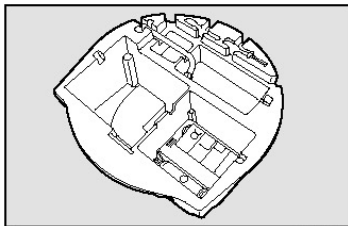

рис.4
□ Извлеките из багажника поддон с инструментом **рис. 4**;